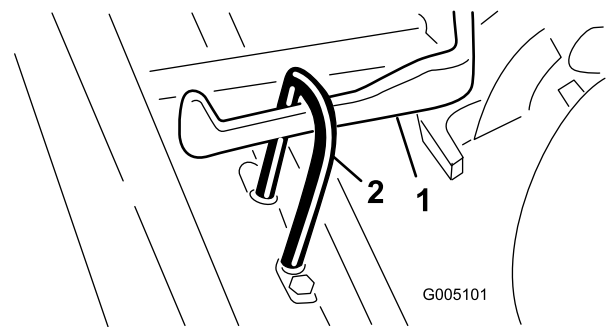

図 5
2. カッティングユニットをプルフレームの下に引き入れ、吊り輪フックを昇降アームに引っかける **図 5**。